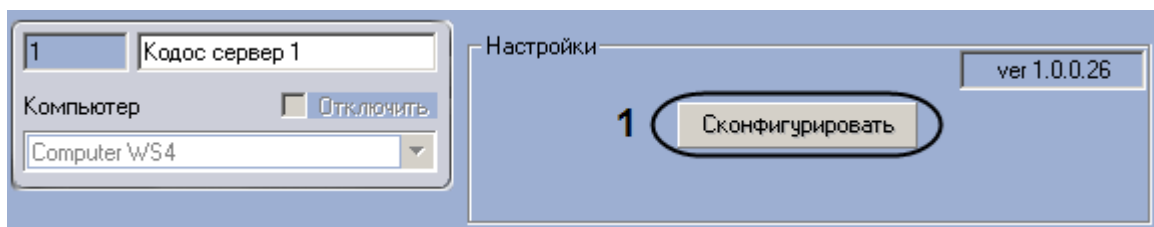

Рис. 3.3—1 Переход к конфигурированию оборудования КОДОС
1. Перейти на панель настроек объекта **Кодос сервер** (Рис. 3.3—1).
2. Нажать на кнопку **Сконфигурировать** (см. Рис. 3.3—1, 1).